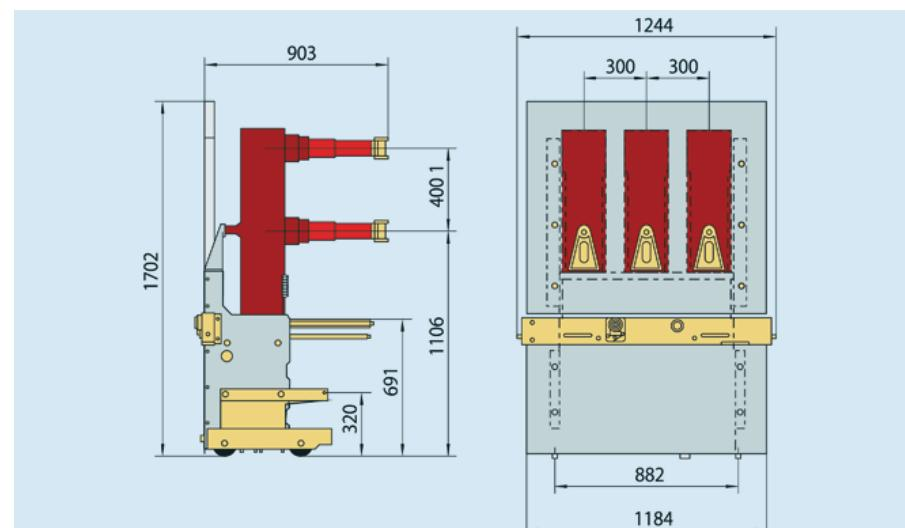

Рис. 6.1 Внешний вид и монтажные размеры выключателя, используемого с распределительным устройством типа KYN61-40.5(Z)
6.1 Внешний вид и монтажные размеры выключателя, используемого с распределительным устройством типа KYN61-40.5(Z) (см. рис. 6.1)